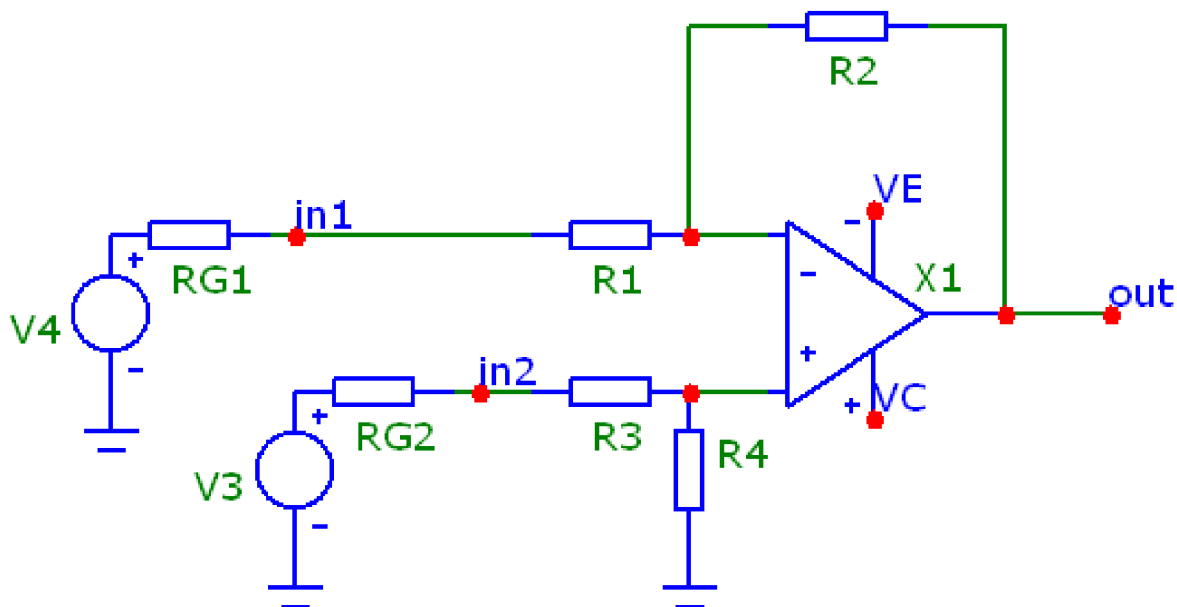

Рис. 16. Схема разностного усилителя на ОУ
4. Собрать схему разностного усилителя на ОУ (рис. 16).